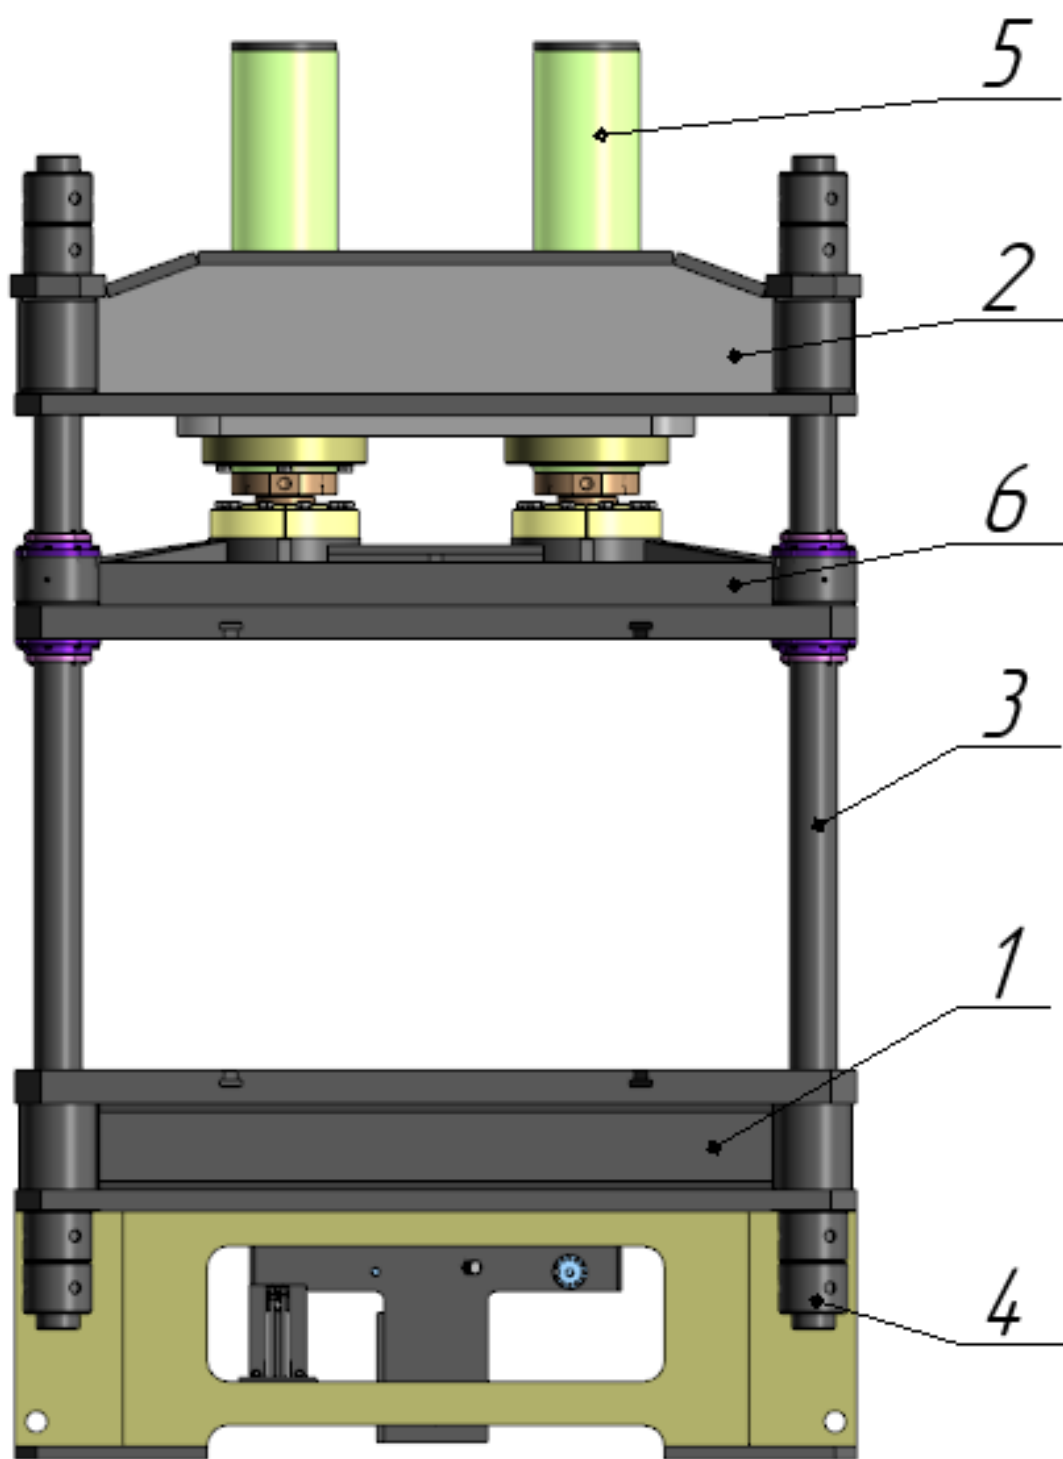

Fig. 2. Presse, vue générale
- 1) La presse hydraulique se compose du tableau 1 (Fig.2), de la barre transversale fixe supérieure (barre transversale supérieure) 2 et de quatre colonnes cylindriques en acier 3. La table et la traverse supérieure du lit sont reliées dans une structure rigide au moyen de quatre colonnes et d'écrous cravate 4.